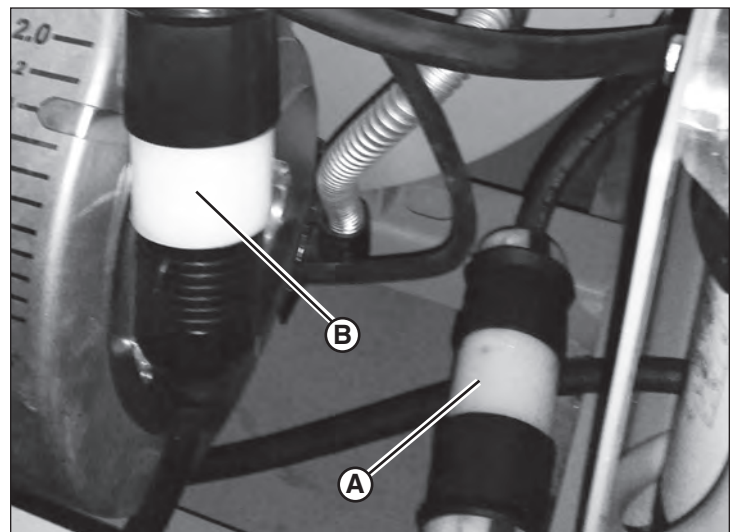

Figure 21
3. Repérer la connexion électrique près du plancher du compartiment de l'accès de contrôle de l'appareil (A, Figure 21). Débrancher la connexion.